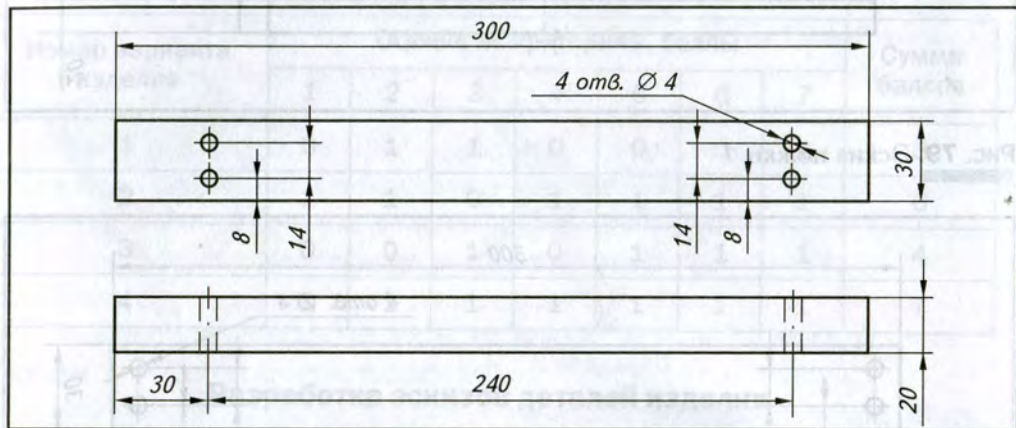

Рис. 81. Эскиз верхней планки 3
Для изготовления верхней планки 3 нужен деревянный брусок размером  $310 \times 35 \times 25$  мм (рис. 81).
3. С помощью линейки, угольника разметить карандашом центры четырёх отверстий, выдержав размер 30 мм от торца бруска (см. рис. 81).